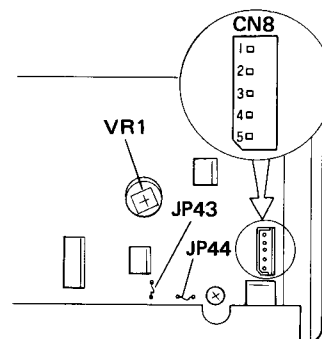

Fig. 9-3 Réglage d'écart DD horizontal
3. Brancher un voltmètre DC entre les coupleurs bossus JP 43 et JP 44 (Voir Fig. 9-3)